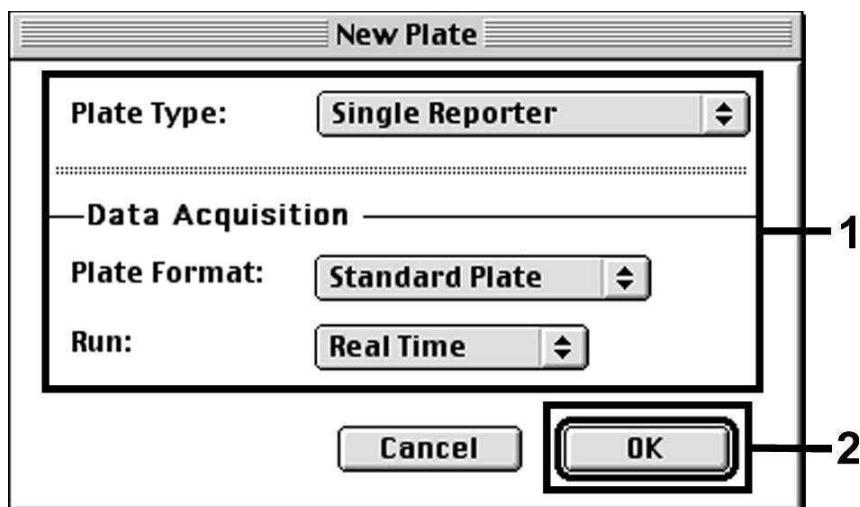

Fig. 9: Pré-definições para a criação de um novo ensaio de PCR (*New Plate*).
Seleccione no *ABI PRISM 7700 SDS* o ítem *New Plate* do menu *File* e introduza ao novo documento os seguintes ajustes básicos (ver Fig. 9). Confirme as suas definições (OK).